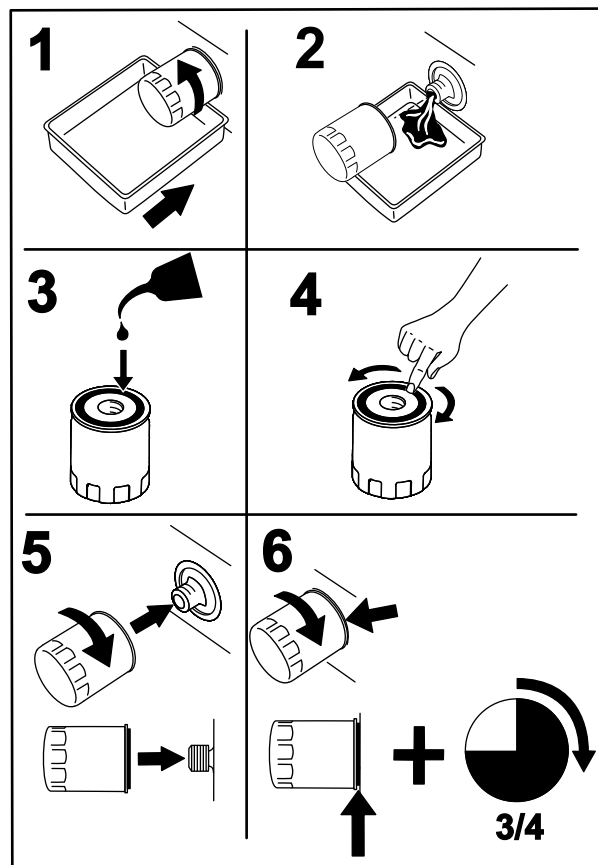

Bild 53
2. Wechseln Sie den Motorölfilter (Bild 53).